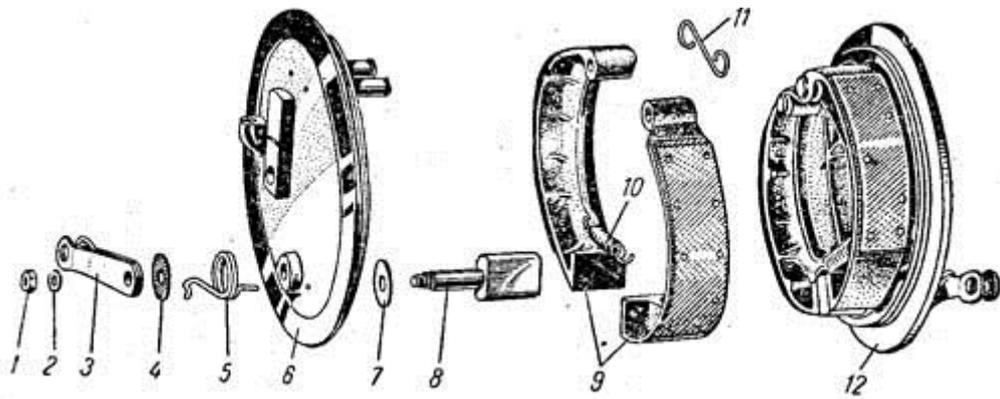

Рис. 67. Тормозной диск и его детали:
**Устройство.** Мотоциклы "Ява" снабжены колодочными тормозами с механическим приводом. Детали и узлы тормозных устройств обоих колес мотоцикла и колеса коляски одинаковы (рис. 67).
Тормозные колодки 9 (рис. 67) поворачиваются на осях, укрепленных на тормозном диске 6. К тормозным колодкам приклепаны алюминиевыми заклепками фрикционные накладки. Колодки приводятся в действие кулачком 8, ось которого проходит через отверстие в том тормозном диске. После торможения тормозные колодки возвращаются в нормальное положение цилиндрической пружиной 10, работающей на растяжение.